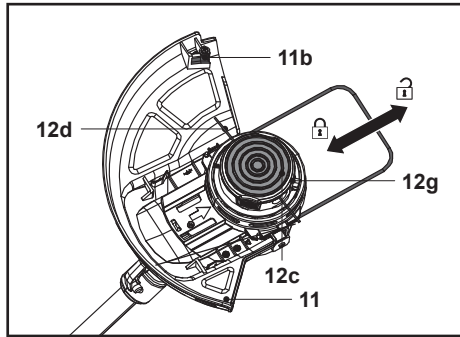

Fig. 23
1. Ponga el cabezal de corte (12) boca abajo.
2. Pulse el pulsador de liberación (12g) mientras tira de los hilos de corte (12d). La bobina de corte (12c) liberará los hilos de corte (Fig. 23).